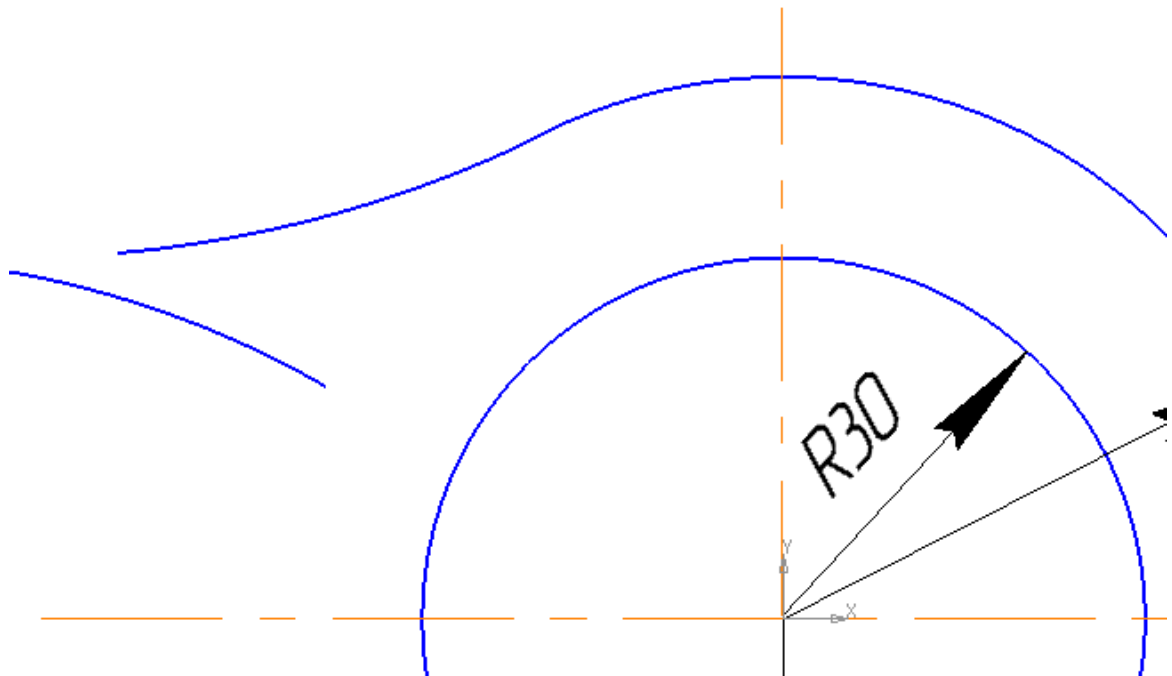

Рис. 4.9
8. За допомогою інструменту “Відсікти криву” (“Усечь кривую”) видаляємо частини що періскаються для дуг R100 та R45 (рис. 4.9).